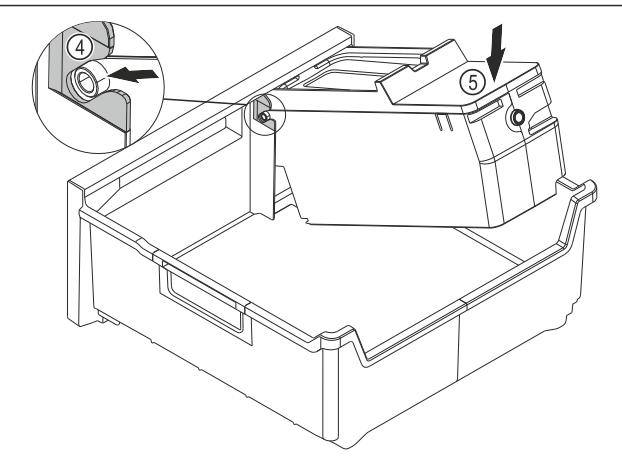

Fig. 95
- Встановіть корпус EasyTwist-Ice: Вставте осі корпусу EasyTwist-Ice в напрямні Fig. 95 (4).
- Натисніть на корпус EasyTwist-Ice Fig. 95 (5) ззаду вниз.